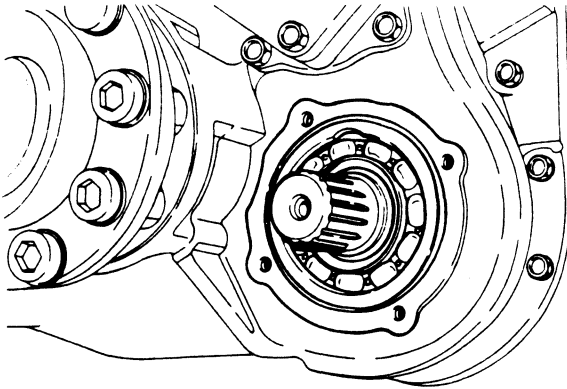

Fig. 1
2. Lagerdeksel verwijderen (zie Fig. 1)